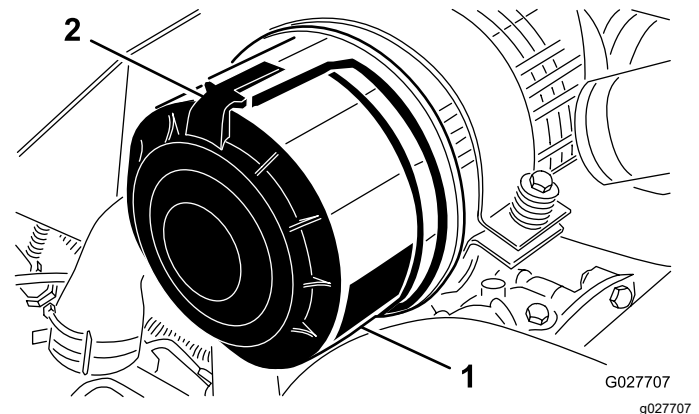

Figura 57
1. Abra los enganches que sujetan la tapa del limpiador de aire a la carcasa del limpiador de aire (Figura 57).